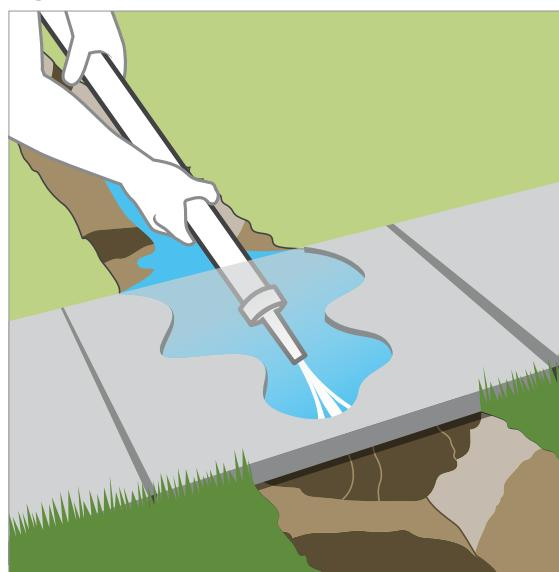

Figura 3
5. Posa di un tubo sotto ad un marciapiede pedonale o carrabile: Metodo a getto. Servendosi di un raccordo filettato, collegare un'estremità del tubo ad un rubinetto da giardino, quindi collegare una lancia con getto stretto all'altra estremità. Aprite l'acqua e indirizzate il getto sotto il cemento (*Figura 3*).